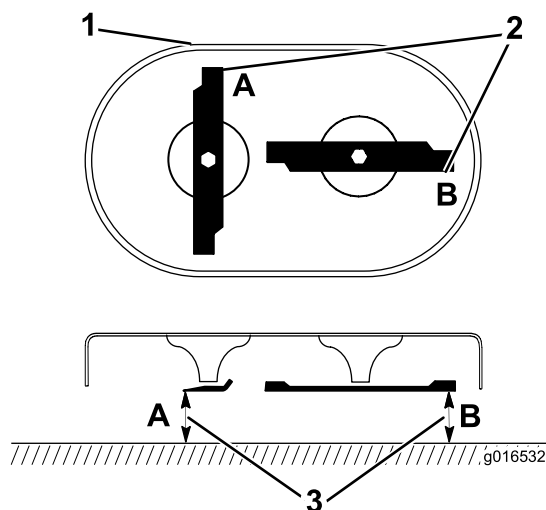

Рисунок 39
1. Поверните ножи в положение, показанное на рис. Рисунок 39.
2. Измерения производите от ровной поверхности до режущих кромок в местах A и B (Рисунок 39) и запишите оба результата измерения.
3. Поверните ножи так, чтобы их противоположные концы находились в позициях A и B (Рисунок 39).